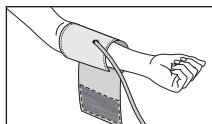

Рис.7
1. Сложете маншона върху лявата ръка, при което маркуча трябва да е насочен към дланта ви (рис.7). Ако измерването на лявата ръка ви затруднява, може да измервате на дясната ръка. В такъв случай трябва да имате предвид, че показанията може да са по-високи или по-ниски с 5-10 мм на живачния стълб.